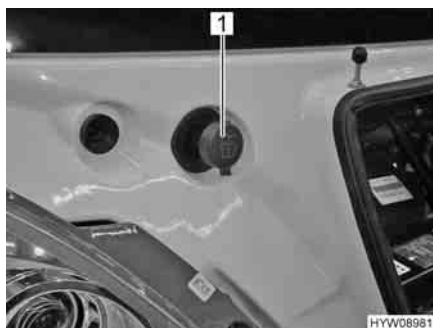

Fig. 46 Bocchettone di riempimento del contenitore dell'acqua di lavaggio
- Rimuovere il coperchio (Fig. 46,1) del bocchettone di riempimento del contenitore dell'acqua di lavaggio.